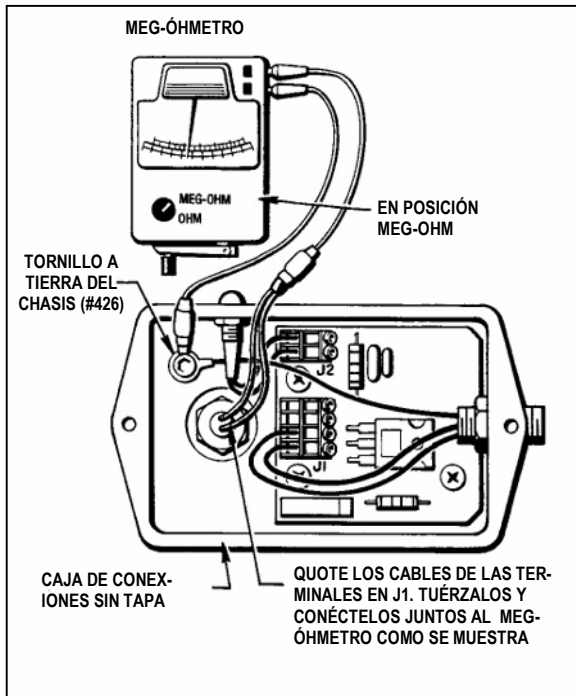

Figura 6.2 - Prueba de Fuga de Corriente de la Bobina
Conecte (1) pinza a los dos cables de la Bobina y el otro al Tornillo a Tierra del Chasis (# 426). (Ver Figura 6.2)